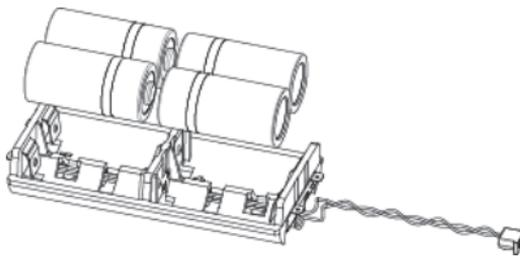

Abbildung 11
3. Setzen Sie die neuen Batterien unter Beachtung der Polarität ein (siehe Abbildung 11).
4. Setzen Sie die neuen Batterien unter Beachtung der Polarität ein (*siehe Abbildung 11*) und schließen Sie das Batteriefach.